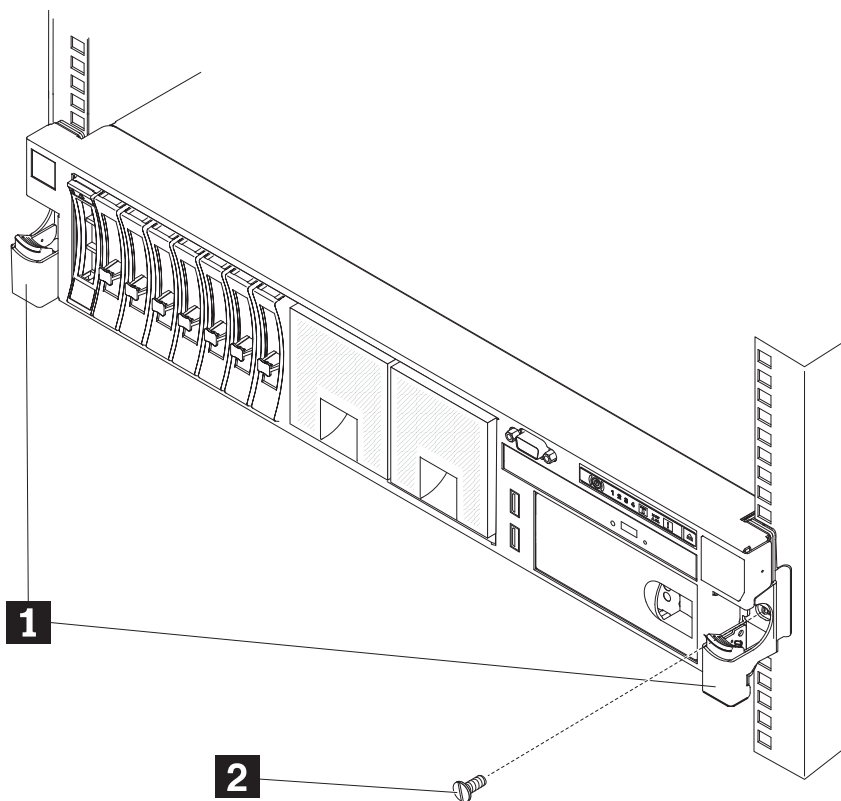

Figura 35. Instalando os parafusos frontais
9. Opcional: Instale os parafusos frontais, conforme mostrado na Figura 35 na página 48.